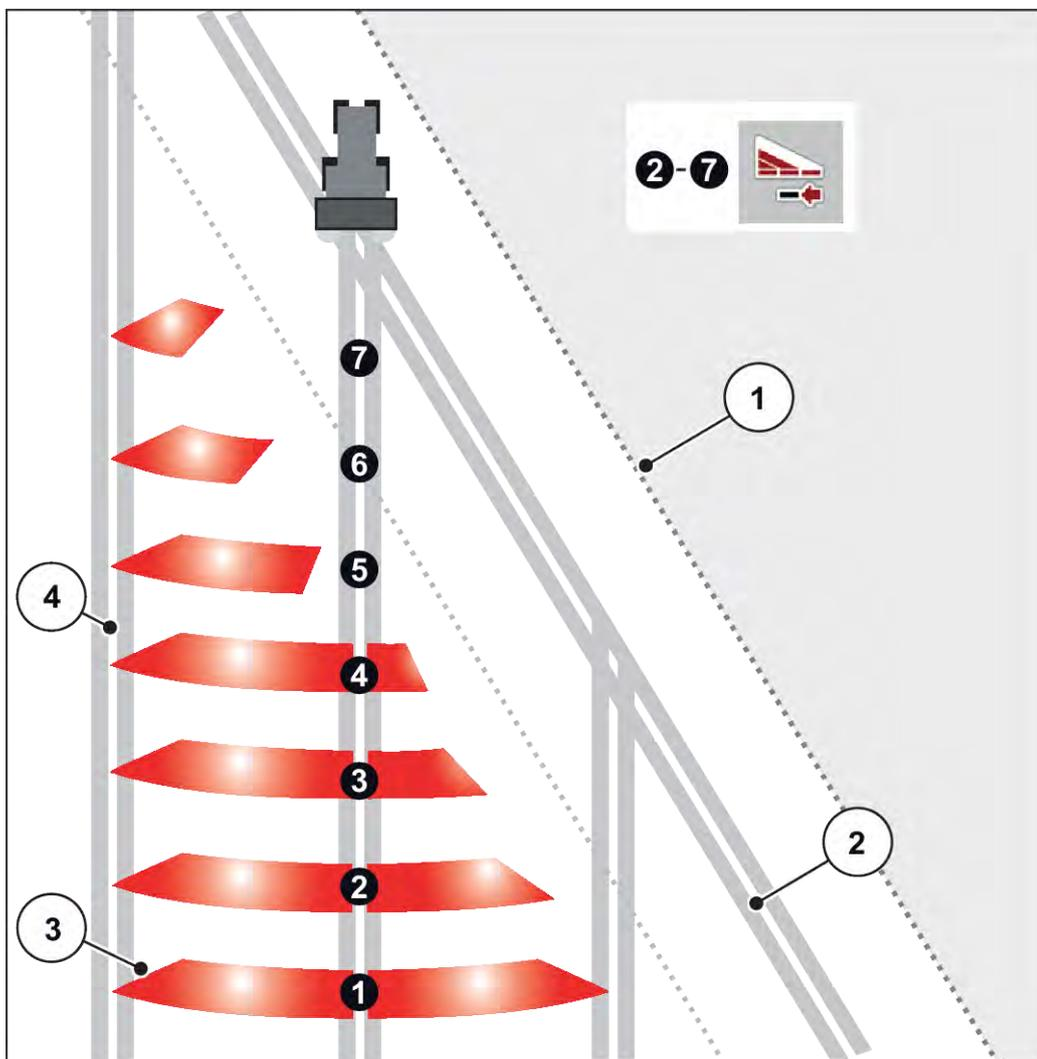

Рис. 41: Автоматическое переключение секций штанги
- Переключение секций рабочей ширины можно осуществлять снаружи вовнутрь или изнутри наружу. См. Рис. 41 Автоматическое переключение секций штанги